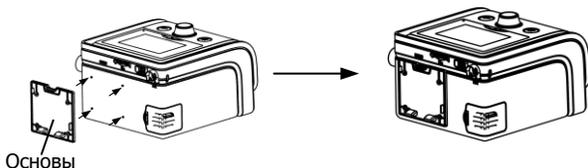

Рис. 11-11
(2) Расположите четыре отверстия **основы** так, чтобы они совпадали с четырьмя точками на задней крышке устройства присоедините основу к устройству, как показано на Рис. 11-11.